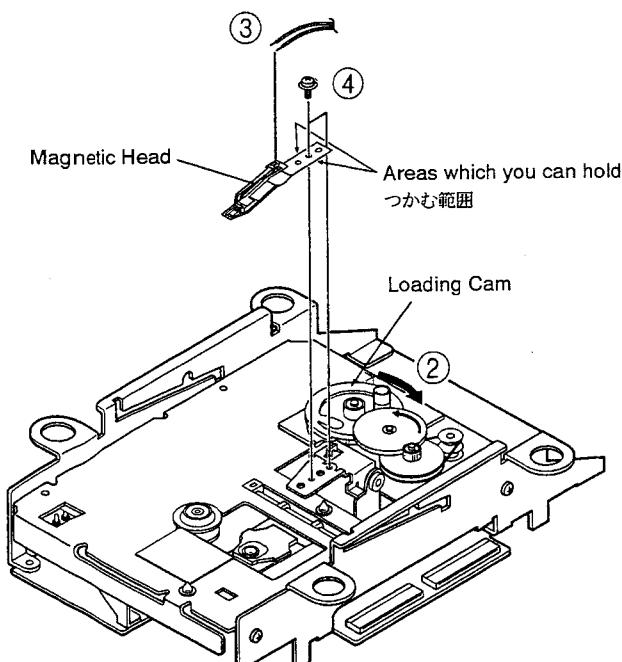

Fig. 2-4
### 2-3. Replacing the Magnetic Head (Refer to Figs. 2-4 and 2-5)
- ① Remove the Loading Ass'y (refer to "2-2").
- ② Fully turn the Loading Cam clockwise, and lower the magnetic head.
- ③ Desolder the two head cables.
- ④ Remove the two screws securing the head, and remove the head.
- ⑤ Temporarily secure a new magnetic head with the two screws.
- ⑥ Solder the head cables to the head. (The cables are not polarized.)
- ⑦ Manually move the head in the middle of the Sled span.
- ⑧ Slightly loosen the screws, perform positioning using the "Magnetic Head Positioning Jig" (P/N : J00316600A) before tightening the screws firmly. (Tightening torque: 0.7 kg·cm)
- ⑨ Manually turn the loading cam, and see that the roller is aligned with the connector in a straight line.
- \* As the magnetic head is liable to deform, hold it on the portion where the reinforcement plate is provided. (See Fig. 2-4)
### 2-3. 磁気ヘッドの交換 (図 2-4, 2-5 参照)
- ① ローディング ASS'Y を外す。(2-2 項参照)
- ② ローディング・カムを時計方向一杯に回し、磁気ヘッドを下げる。
- ③ ヘッド・ケーブルの半田付けを 2 カ所外す。
- ④ ヘッドを止めているネジを 2 本外し、ヘッドを外す。
- ⑤ 新しい磁気ヘッドをネジ 2 本で仮止めする。
- ⑥ ヘッドにヘッド・ケーブルを半田付けする。(線の極性は有りません)
- ⑦ 手で磁気ヘッドを SLED 移動範囲の中央に移動させる。
- ⑧ ネジを少し緩めてから、「磁気ヘッド位置決め治具」(P/N : J00316600A) で位置出しを行い、ネジを本締めする。(締付トルク : 0.7kg·cm)
- ⑨ ローディング・カムを手で回し、ローラーの位置がコネクターと一直線に並ぶようにする。
- \* 磁気ヘッドは変形しやすいので、手でつかむときは補強板の付いた部分をつかむようにすること。(図 2-4 参照)